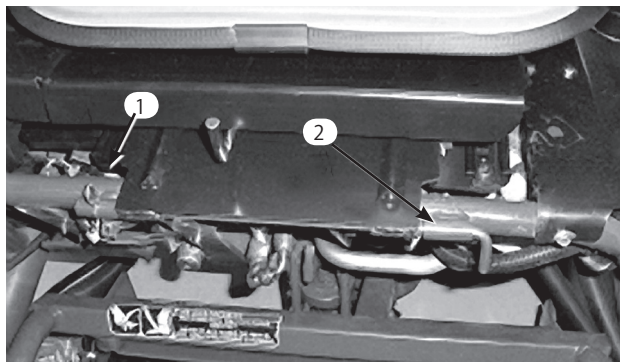

図8
- シート・アセンブリを取り付け (図8)、シート・ピボット・ロッドとコッター・ピンで固定する。